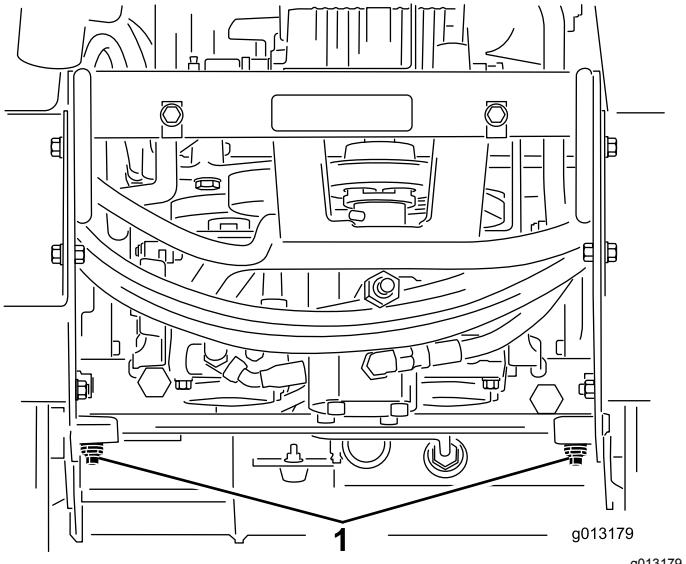

Figura 18
4. Utilizando uma chave de aperto, rode as válvulas de reboque nas bombas hidráulicas duas vezes no sentido contrário ao dos ponteiros do relógio (Figura 18).